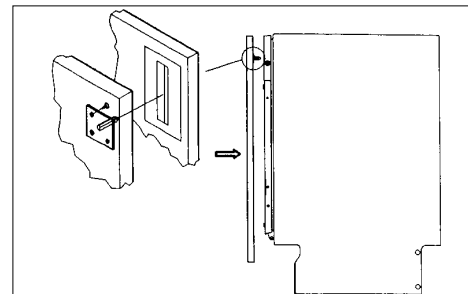
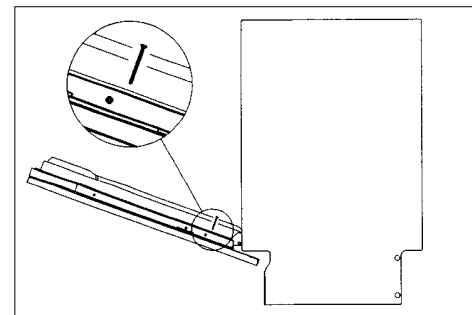

Abb. 14a
Abb. 14b
- Die Platte an der Tür des Geschirrspülers befestigen, indem Sie die oberen Stifte (Abb. 14a) in die Rillen der Gerätetür drücken. Schieben Sie die Türverkleidung etwas hoch und verschrauben Sie diese von innen aus, wie in Abb. 14b angegeben.